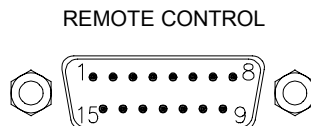

figure 4 Câblage du connecteur REMOTE CONTROL
La sortie MONITOR (16) sur le module NRS 90225 permet la connexion d'un autre amplificateur de puissance pour le monitoring. La sortie basse impédance est symétrisée électroniquement, ce qui offre la possibilité d'avoir des longueurs de câbles allant jusqu'à 200 m. La connexion s'effectue via le connecteur REMOTE CONTROL (voir aussi la figure 4). Sur le module de télécommande NRS 90222, la sortie MONITOR est située sur le connecteur REMOTE CONTROL (22). Le PROMATRIX Manager DPM 4000 commute le signal sur la voie monitor adéquate. Si une sortie flottante est nécessaire, la sortie Monitor pourra accueillir un transformateur de sortie; fourni par l'extension optionnelle NRS 90227 (veuillez vous reporter au paragraphe 8.4).